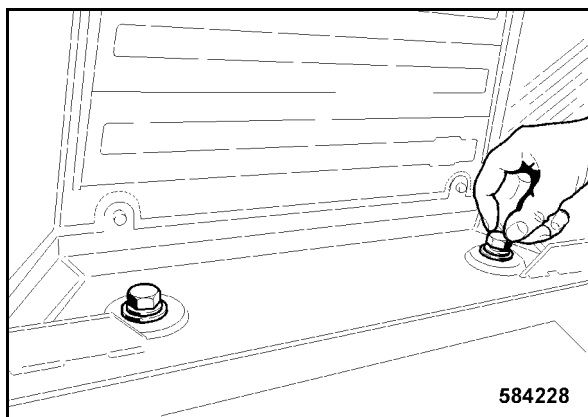

Fig. 207
- Apretar ambos tornillos de fijación (Fig. 207) en la zona trasera de la cabina con la mano.